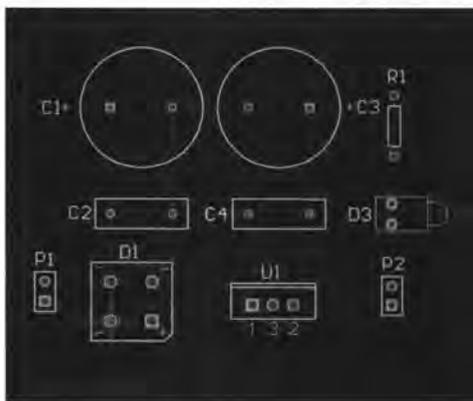

图 8-116 放置第一段导线
- [7] 将光标放在元器件 P1 的下面一个焊盘上，当出现八角形亮环时，单击鼠标左键确定导线的第一个点。移动光标到元器件 D1 下面的一个焊盘上，出现八角形亮环时，单击鼠标左键确定，此时原有的预拉线已经消失，如图 8-116 所示。可以看到该段导线的颜色为蓝色，表明放置在了底层上。